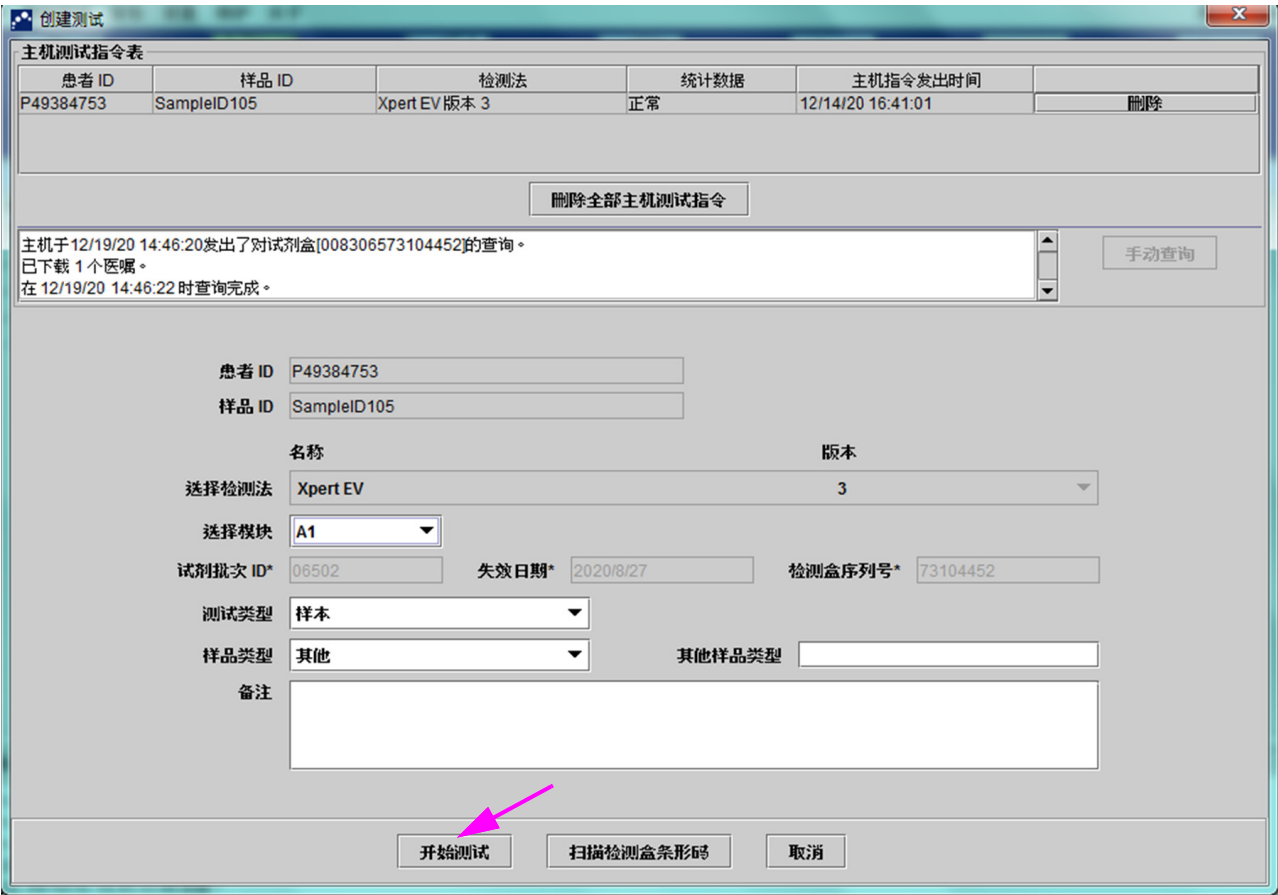
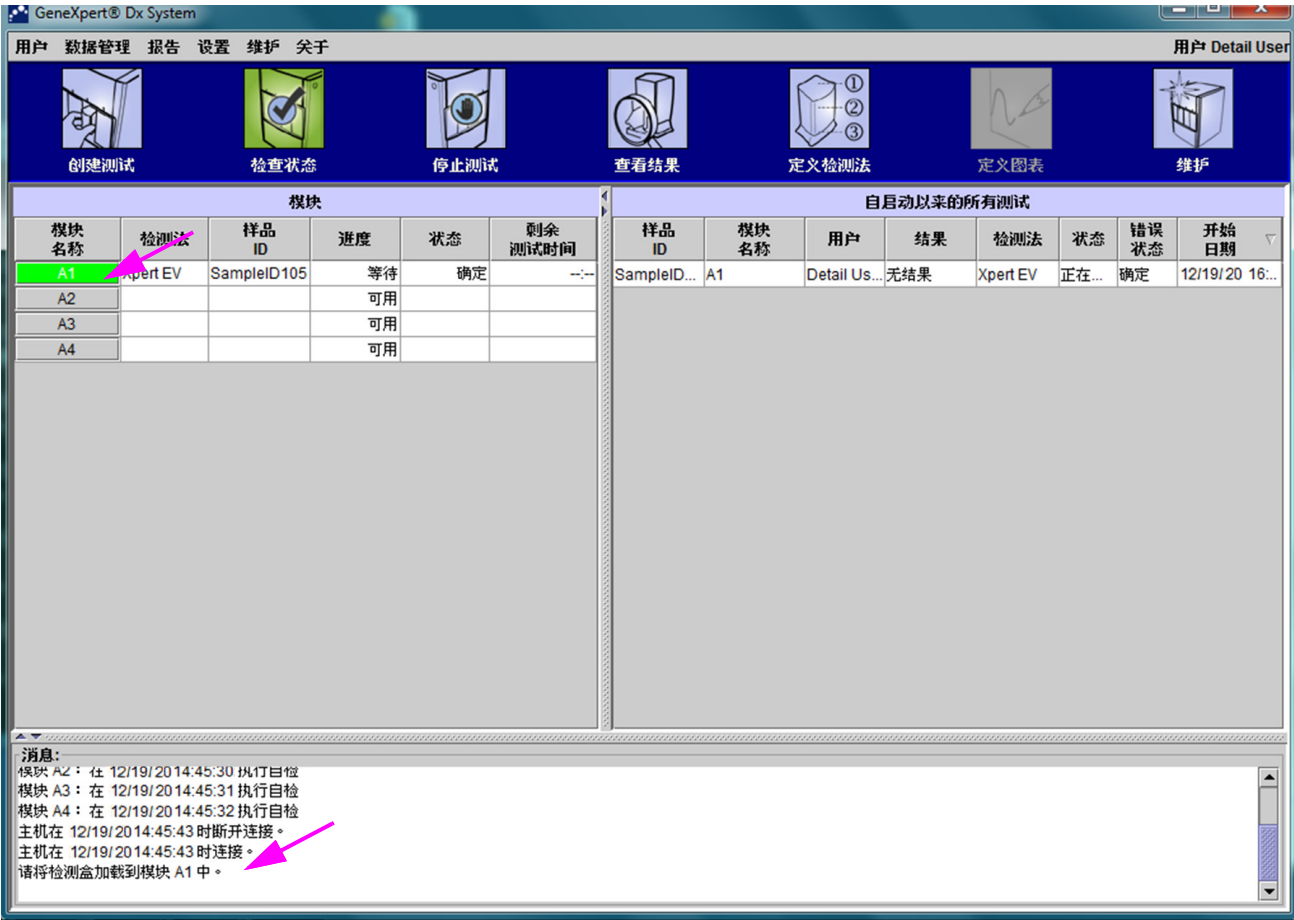

图 5-115. 创建测试屏幕，显示检测盒完成查询
图 5-116. GeneXpert 主页屏幕，显示检测盒装入信息
该 GeneXpert Dx System 将查询 Cepheid Link 系统，以验证该指令存在于该系统中。如果指令存在，指令将被下载到 GeneXpert Dx System（请参见图 5-115）。
4. 在**主机测试指令表**部分（见图 5-115）检查该指令。如有需要，输入其他信息或备注，然后选择**开始检验 (Start Test)** 按钮。GeneXpert 主页屏幕会出现，其中会显示一个把检测盒装入模块的消息，该模块以绿色突出显示。请参见图 5-116。